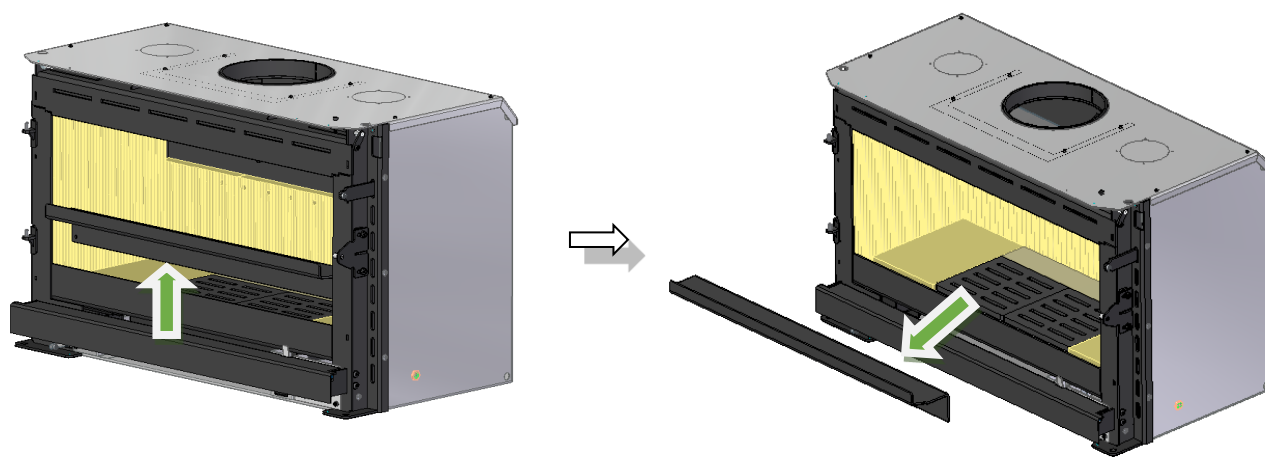

Figura 39 – Remoção da deflectora de cinzas
1. Remova o defletor de cinza deslocando para cima, ver Figura 39.